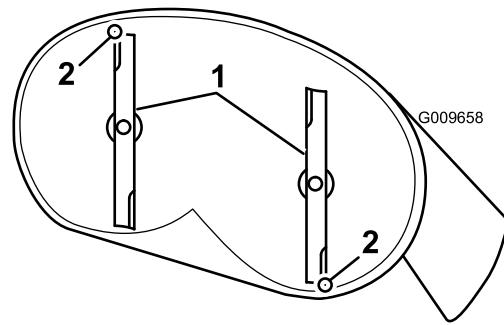

Figure 50
5. Mesurez la distance entre la pointe de la lame avant et la pointe de la lame arrière par rapport à la surface plane (Figure 50). Si la pointe avant de la lame n'est pas de 1,6 à 7,9 mm plus basse que la pointe arrière, réglez le contre-écrou avant.
4. Faites pivoter les lames avec précaution pour faire passer les pointes avant à l'arrière (Figure 50).
lame soit de 1,6 à 7,9 mm plus bas que la pointe arrière (Figure 50).